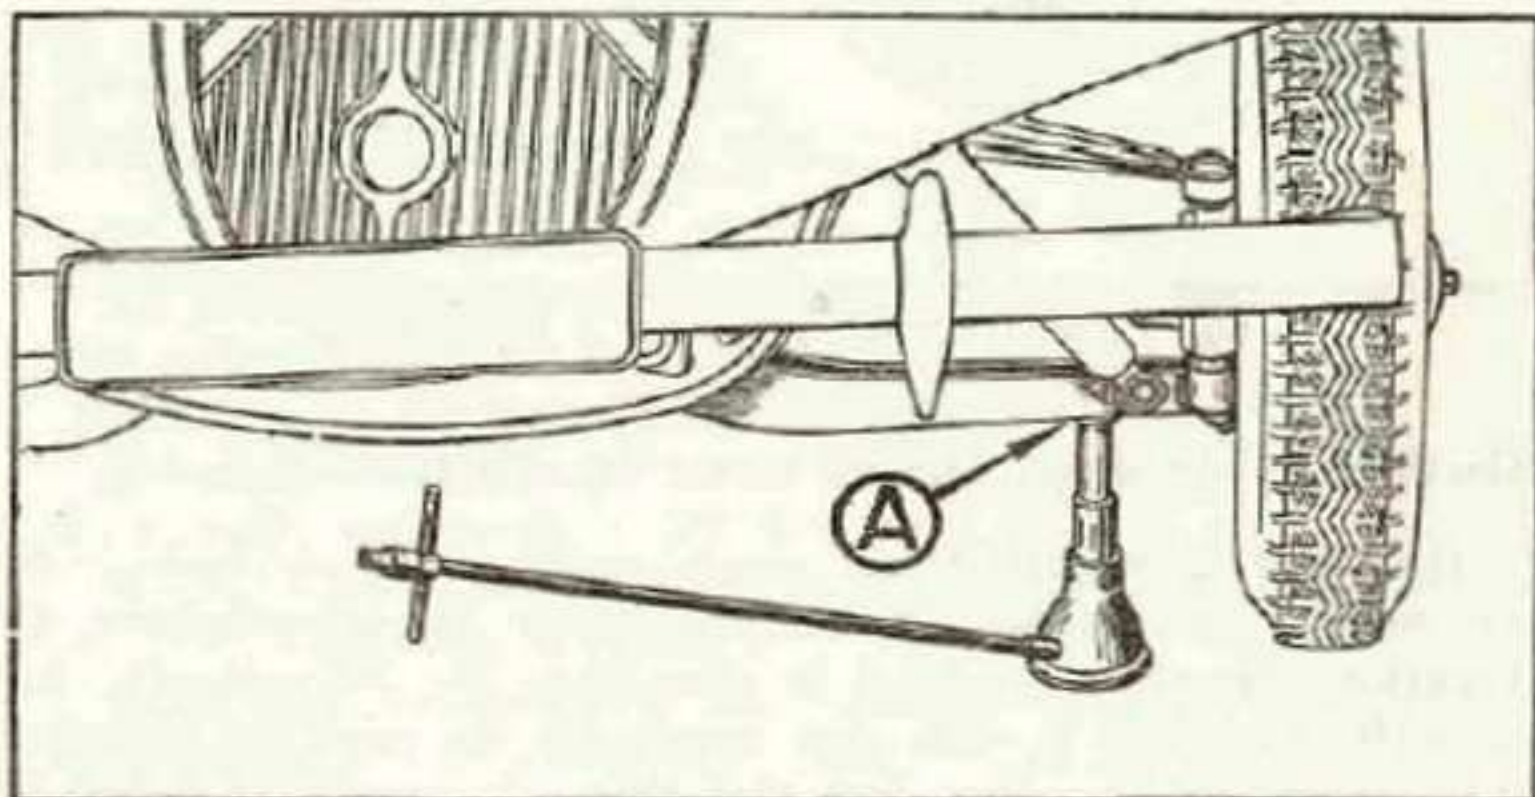

Fig. 5. — POSITION DU CRIC A L'AVANT (A. Bossage).
— à l'avant, sous le bossage situé vers l'extrémité du bras inférieur (fig. 5).
(1) Manœuvre du cric : Le cric étant complètement rentré (position basse), commencez par dévisser à la main la tête de l'appareil de façon à réduire le plus possible l'écart entre le cric et la voiture, points A ou C (fig. 5 ou 6). Le cric en place, tournez la clef de manœuvre. Quand la voiture commence à monter, utilisez le vilebrequin.